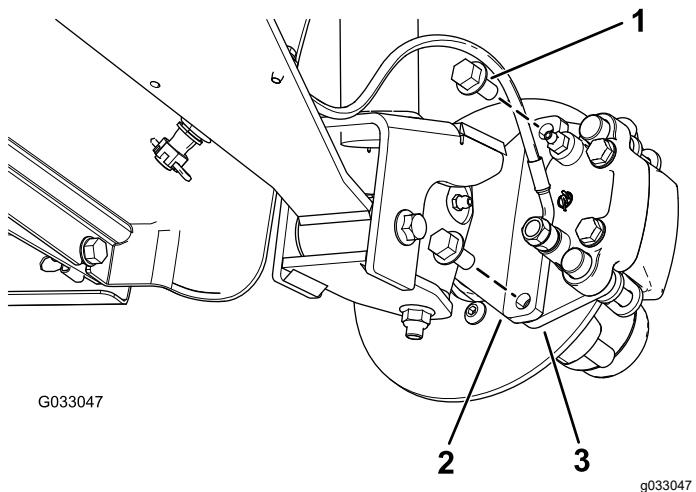
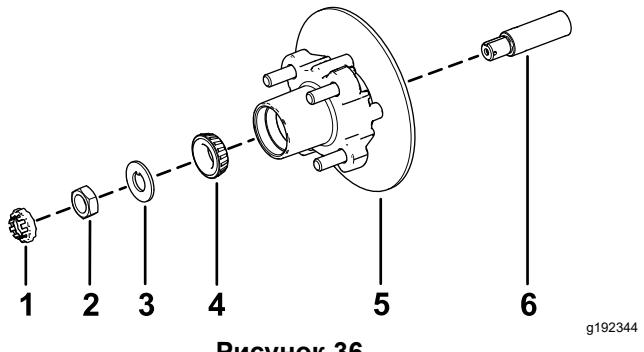

Рисунок 32
Рисунок 36
3. Выверните болты с фланцевыми головками ($\frac{3}{8} \times \frac{3}{4}$ дюйма), которые крепят кронштейн тормоза в сборе к оси, и отделите тормоз от оси (Рисунок 32).
- Нанесите тонкий слой консистентной смазки указанного типа на ось (Рисунок 36).
- Установите ступицу и тормозной диск на ось так, чтобы тормозной диск был внутри (Рисунок 36).
- Установите наружный подшипник на ось и в наружное кольцо (Рисунок 36).
- Установите стопорную шайбу на ось (Рисунок 36).
- Наверните гайку шпинделя на шпиндель и затяните гайку с моментом 15 Н·м, поворачивая ступицу так, чтобы подшипник был посажен на место (Рисунок 36).
- Совместите тормозные колодки с обеих сторон тормозного диска (Рисунок 32) с отверстиями в кронштейне суппорта и отверстиями в креплении тормоза на цапфе (Рисунок 36).
- Закрепите кронштейн суппорта на цапфе (Рисунок 32) с помощью 2 болтов с фланцевыми головками ($\frac{3}{8} \times \frac{3}{4}$ дюйма).